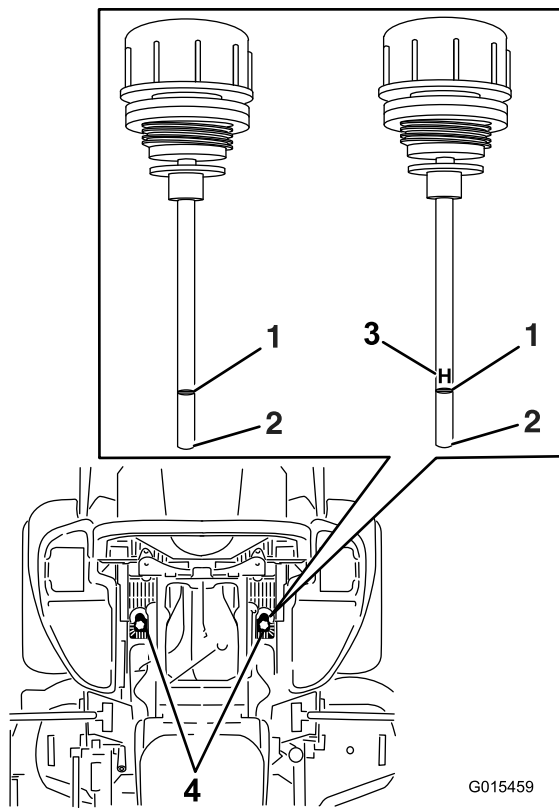

Figure 100
5. Nettoyez la surface autour des jauges des réservoirs du système hydraulique (Figure 100).
6. Sortez une jauge du réservoir hydraulique (Figure 100).
8. Ressortez la jauge et examinez l'extrémité (Figure 100).